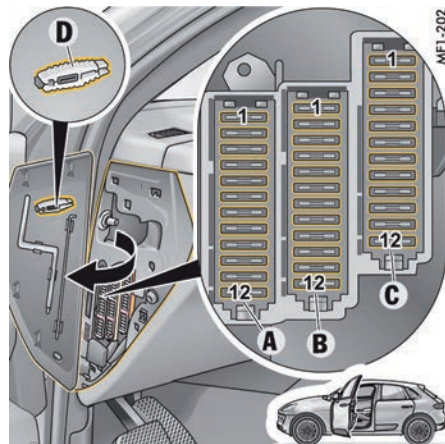

图 11: 驾驶员侧仪表板上的保险丝座
3. 使用黄色塑料夹钳 **D**（图 11）从槽中拆下保险丝，以便进行检查。熔断的保险丝可以通过烧熔的金属片识别。